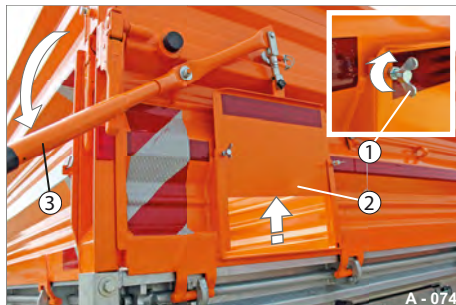

Abb. 96 Dosierschieber geöffnet
- ▶ Drücken Sie den Bedienhebel (Abb. 96/3) nach unten.
- ▶ Fixieren Sie die Schiebe-Klappe (Abb. 96/2) in offener Stellung mit den Flügelschrauben (Abb. 96/1).
- ▶ Drücken Sie den Bedienhebel (Abb. 96/3) nach oben bis die Schiebe-Klappe komplett geschlossen ist.
- ▶ Fixieren Sie die Schiebe-Klappe (Abb. 96/2) in geschlossener Stellung mit den Flügelschrauben (Abb. 96/1).